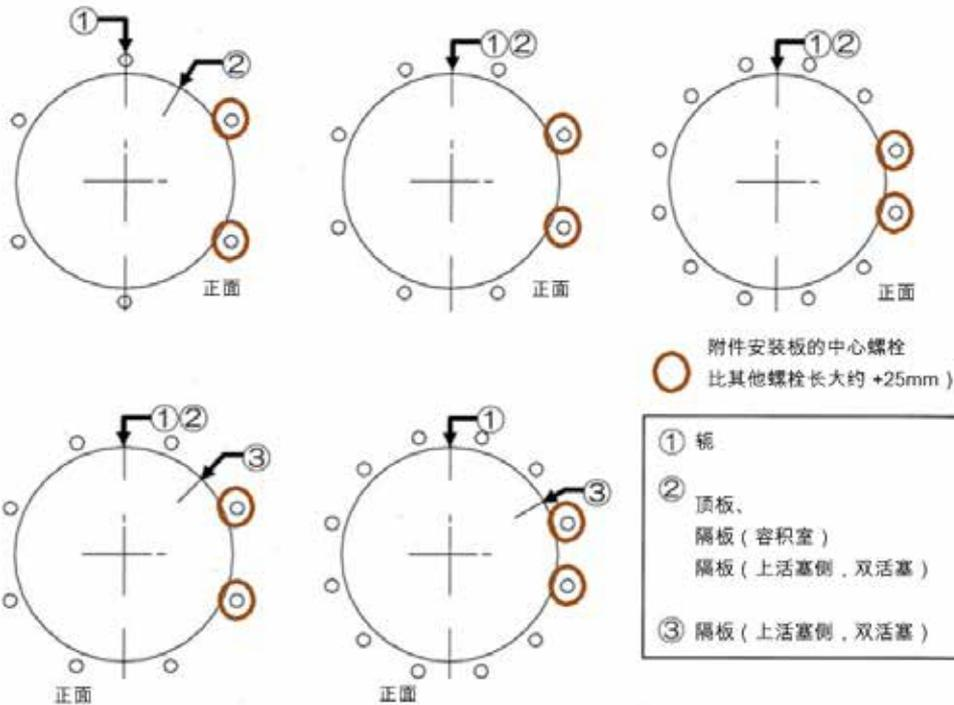

图 11 - 中心螺栓定位
10. 将 O 形环 (21) 和导环 (16) 更换为新零件。在 O 形环和导环上涂上硅脂 (或等效产品)。
11. 更换气缸管 (14)、隔板 (69)、容积室管 (70)、顶板 (17)。在气缸管的内表面涂上硅脂 (或等效产品)。
12. 确保空气连接的位置正确。将中心螺栓插入到顶板和轱的孔中。安装弹簧垫圈和螺母并用手稍微拧紧。用手将弹簧垫圈和螺母安装到轱的底侧。确保附件安装板 (如果配备) 中心螺栓 (大约比其他螺栓长 +25 mm) 的位置符合图 11。